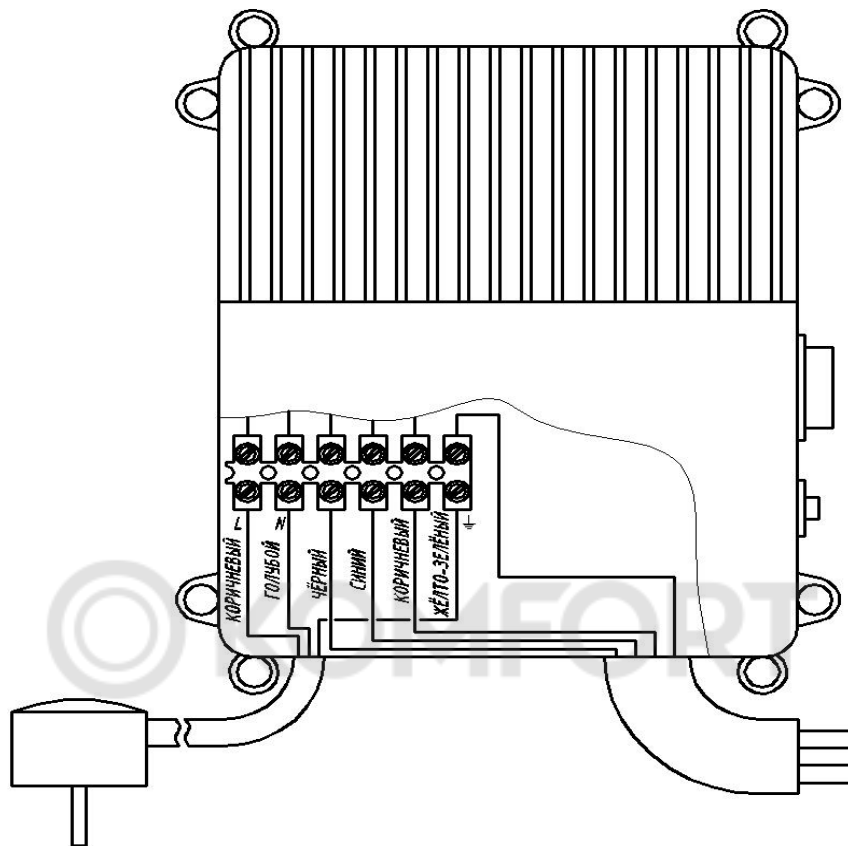
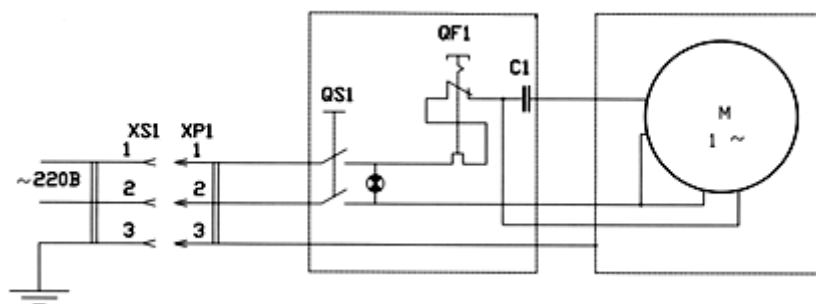

Рис.3
Рис.4
4.3 Пускозащитное устройство внутри имеет клеммную колодку рис.3 для подключения проводов кабеля с обозначениями, соответствующими схеме электрической принципиальной рис.4.
4.4 Соединение агрегата с питающей сетью осуществляется посредством штепсельной вилки с заземляющим контактом. Схема электрическая принципиальная показана на рис. 4
6.3.1 Выводные концы электродвигателя соединить пайкой или гильзами с токоподводящим проводом (провода установочные для водопогружных электродвигателей КВВ 3x1,0+1x1,0 ТУ16.К13-035-2004 (для двигателей мощностью не более 1кВт) и КВВ 3x2,5+1x2,5 ТУ16.К13-035-2004 (для двигателей мощностью более 1кВт) или аналогичным проводом) и тщательно заизолировать полихлорвиниловой лентой в 7-8 слоев в полнахлеста на длине 12-15 см или с помощью термоусадочной трубки с внутренним клеевым слоем. Выкрутить четыре винта пускозащитного устройства, снять крышку и вставить в отверстие в основании свободный конец токопроводящего провода аналогично сетевому проводу. Провода вставить в клеммную колодку в соответствии с рис. 3 и закрепить в ней винтами, затем установить крышку на место.